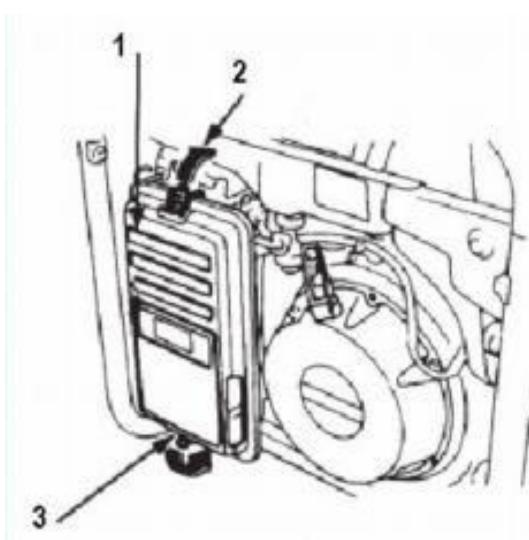
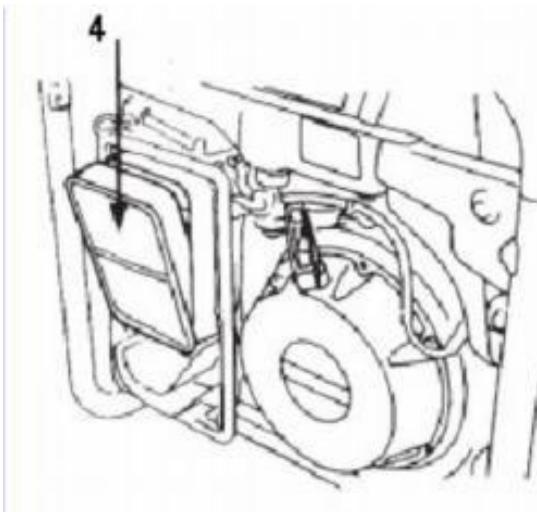

Рис.5 Снятие воздушного фильтра
Рис.6 Снятие фильтрующего элемента
8.7.1. Отстегнуть зажимы (2,3) крышки воздушного фильтра (1), см.рис.5 снять крышку и достать фильтрующий элемент (5), см.рис.6.